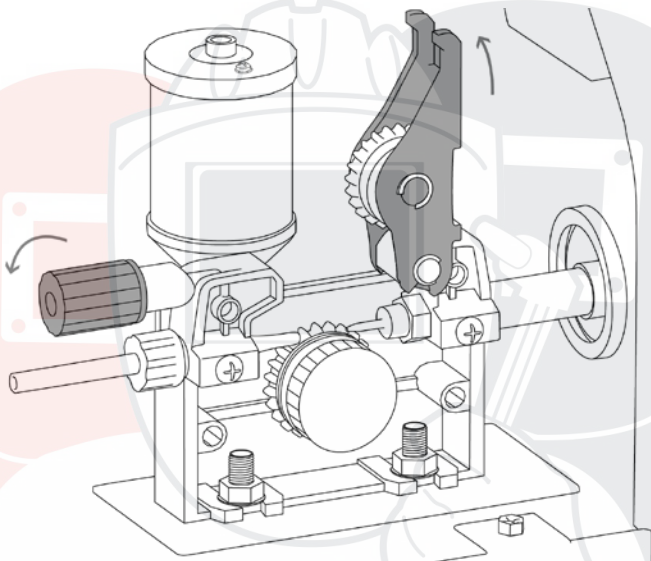
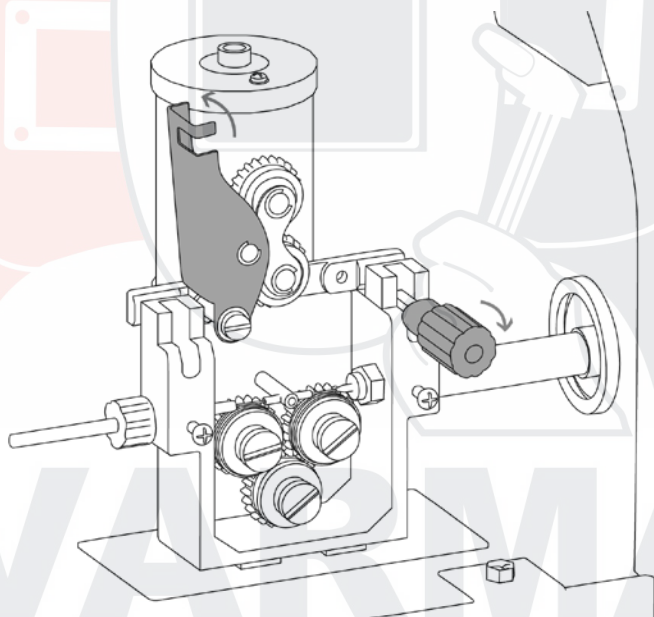

Рис. 8.6. Открытие механизма подачи проволоки TECH MIG 250 (N257).
Рис. 8.8. Открытие механизма подачи проволоки TIG MIG 350 (N258).
1. Откройте механизм подачи проволоки. Потяните на себя механизм прижима, потяните вверх прижимной ролик (См. рис. 8.6 для TECH MIG 250 (N257) и рис. 8.8 для TECH MIG 350 (N258)).